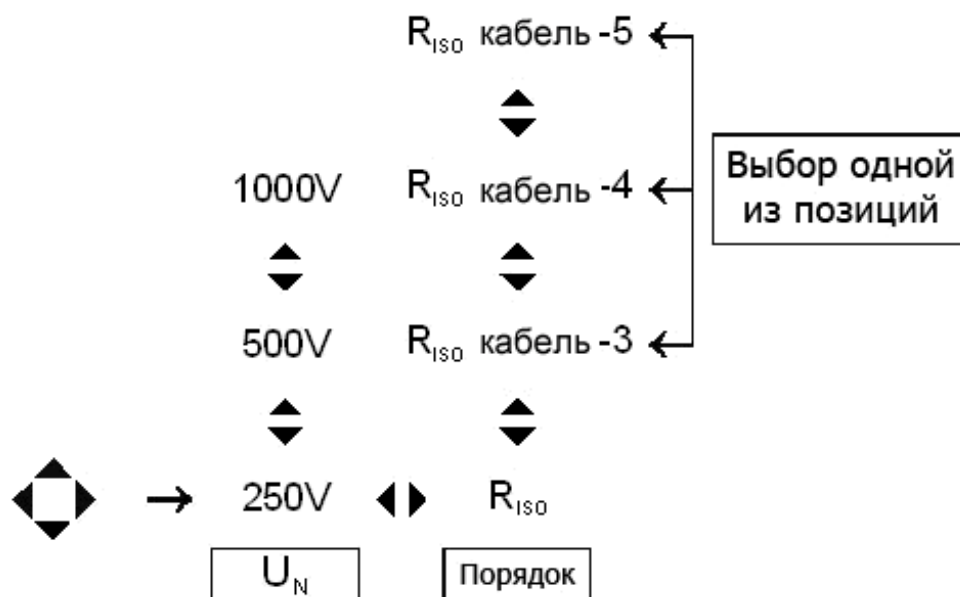

Рис.29. Установка измерительного напряжения и режима для измерения сопротивления изоляции многожильных кабелей
- установить напряжения измерения U_N и режим измерения R_{iso} (видим на линейке функции параметров) согласно алгоритму, показанному на Рис.29, появится поле просмотра составных результата измерения (Рис.31);